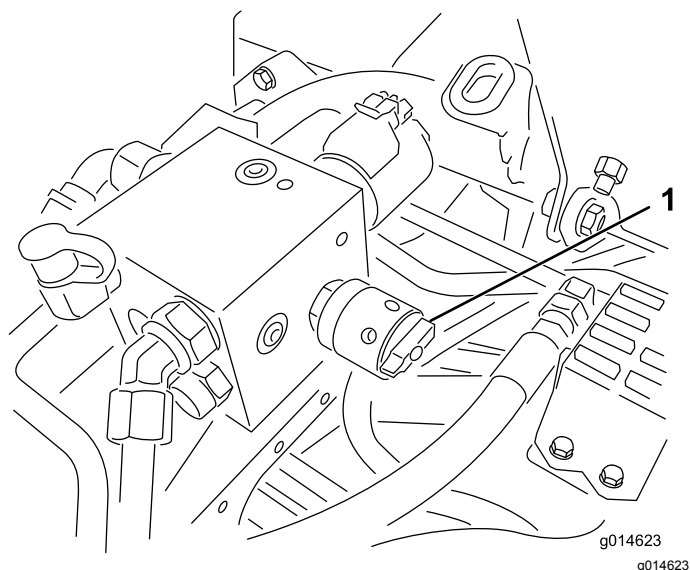

Figura 53
4. Regolate la velocità dei cilindri ruotando la manopola (Figura 53) fino a quando le frecce degli indicatori non sono allineate con il numero determinato al passaggio 3.
6. Girate il comando di velocità dei cilindri in posizione 1 (Figura 53).